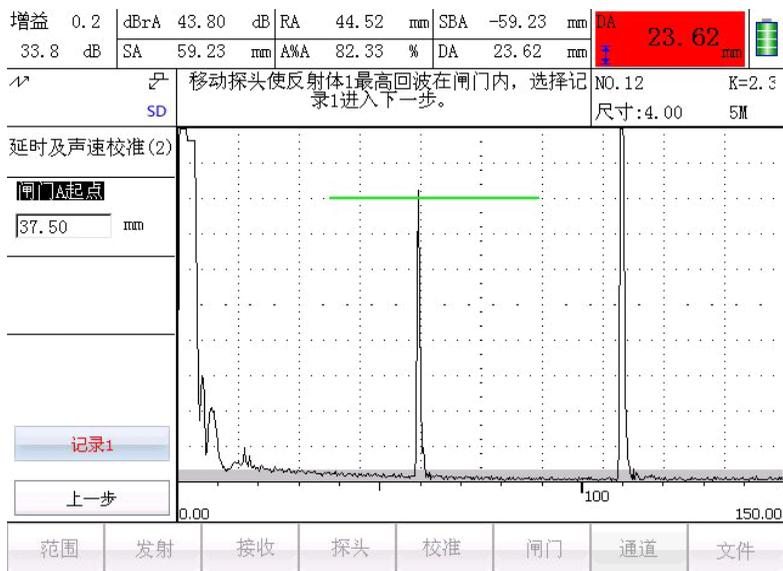

图 4.4 探头延时及声速校准(2)
- 4) 仪器会依据预置校准参数自动调节闸门位置,点击 **下一步**按钮,进入**探头延时及声速校准(2)**界面,如图 4.4 所示。(点击 **上一步**按钮,可回到上一界面。)